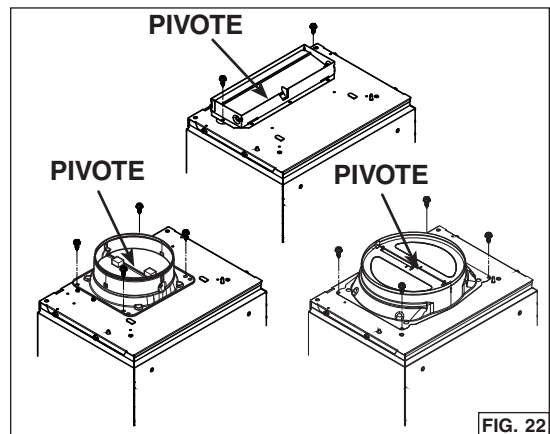

FIG. 22
10. Para un conducto rectangular, use 2 tornillos para metales no. 8-18 x 1/4 pulg. (incluidos) para fijar el adaptador/compuerta de 3 1/4 pulg. x 10 pulg. (incluido) en la parte superior del aparato, sobre el orificio de salida del ventilador (FIG. 22).
Para un conducto redondo, use 4 tornillos para metales no. 8-18 x 1/4 pulg. (incluidos) para fijar el adaptador/compuerta de 6 pulg. redondo (incluido) (o 8 pulg. redondo, PM600SSV solamente) en la parte superior del aparato, sobre el orificio de salida del ventilador (FIG. 22).